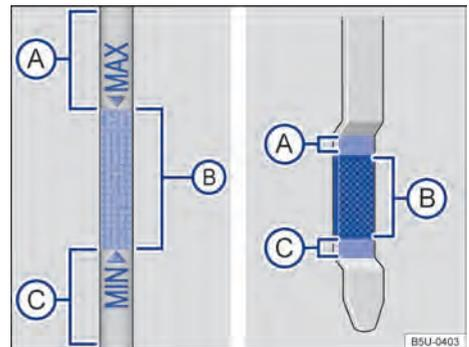

Fig. 154 Varilla de medición del aceite con marca de nivel de aceite del motor.
7. Retirar nuevamente la varilla de medición del nivel de aceite y leer el nivel de aceite del motor en la varilla del nivel de aceite → fig. 154 de la siguiente manera:
13. Una vez finalizado el proceso de la reposición de aceite, el nivel del aceite del motor debe estar, al menos, en el medio del nivel → fig. 154 Ⓑ, pero jamás por encima del nivel Ⓐ → ⓪.
- No arranque el motor si el nivel de aceite del motor está por encima del nivel → fig. 154 (A). Buscar ayuda técnica especializada. De lo contrario, ¡pueden dañarse el catalizador y el motor!
En ninguna circunstancia el nivel de aceite del motor debe sobrepasar el área → fig. 154 (A). Con el nivel por encima de esta área, el sistema de escape puede extraer el aceite a través de la ventilación del cárter y lanzarlo a la atmósfera. Además, el aceite puede quemarse en el interior del catalizador, dañándolo.
En caso de alta demanda del motor, el nivel del aceite del motor debe estar lo más cerca posible del nivel → fig. 154 (A), sin sobrepasarse, como, por ejemplo, en viajes largos en carreteras durante el verano o durante travesías de montañas.